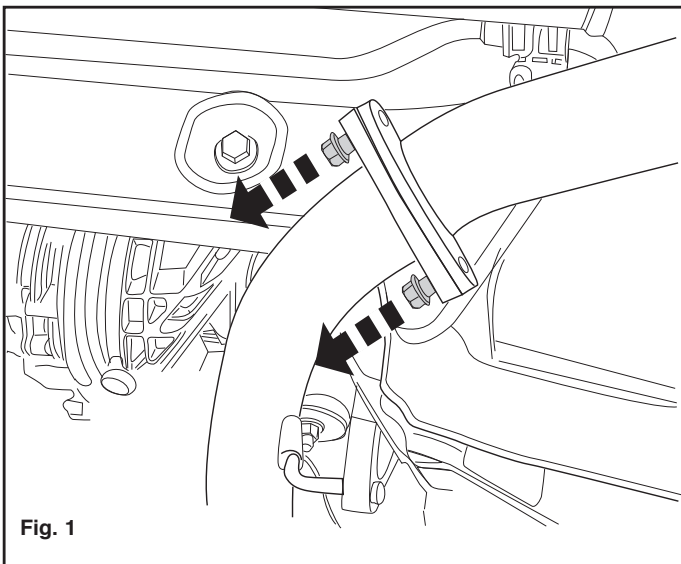
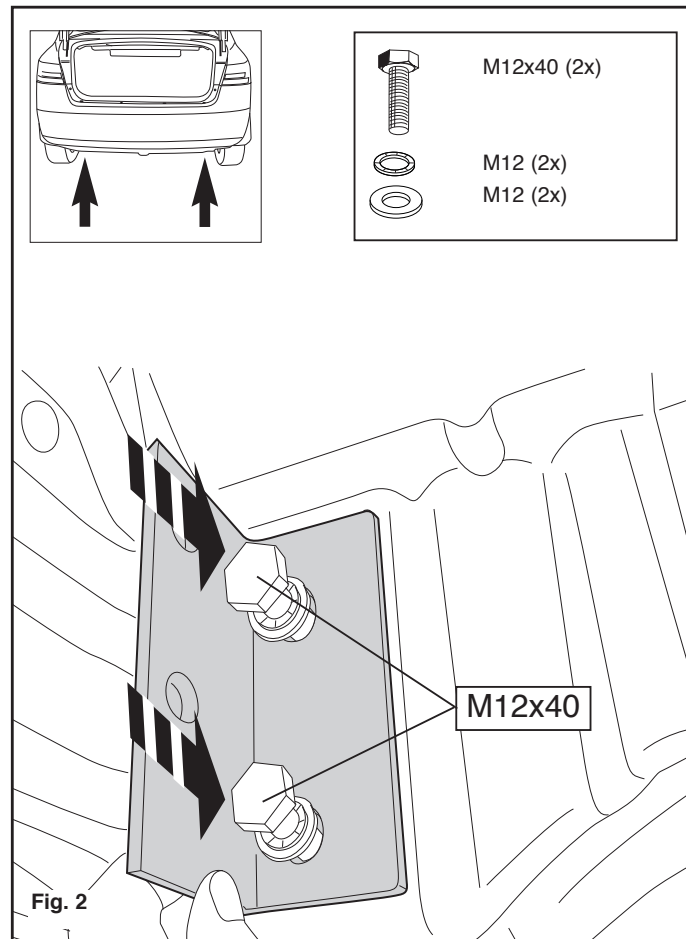

Fig. 1
Fig. 2
1. Den hintersten Auspuff-Schalldämpfer abmontieren. Siehe Abbildung 1.
2. Die Sicherheitsöse (L) abmontieren. Diese wird nicht mehr benötigt.
3. Die Halterungen A anlegen und bei den Punkten B befestigen. Alles halbfest montieren. Siehe Abbildung 2.
1. Démontez le dernier silencieux de l'échappement. Voir la figure 1.
2. Démontez l'anneau de remorquage (G). Il ne sera plus utilisé.
1. Demonter den bageste lydpotte. Se fig. 1.
2. Demonter sejrlingen (V). Denne bliver overflødig.
3. Anbring støtterne A og monter disse ved punkterne B monter det hele manuelt. Se fig. 2.
- 1. Снять последний глушитель выхлопа. См. рисунок 1.
- 3. Поставить кронштейны А и прикрепить их в точках В, закрепив не до конца. См. рисунок 2.
1. Zdemontować ostatni tłumik rury wydechowej. Patrz rysunek 1.
2. Zdemontować pierścień holowniczy (L). Tego nie będzie się ponownie używać.
3. Umieścić wsporniki A i umocować je w punktach B, lekko przymocować całość. Patrz rysunek 2.